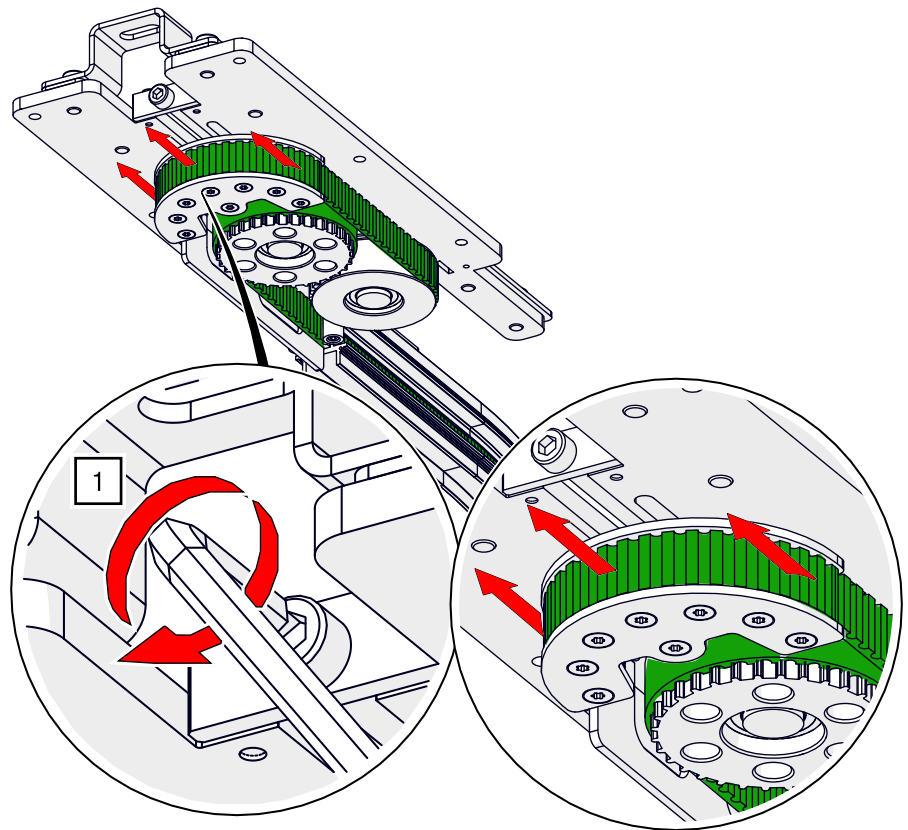

Abb. 86: Zahnriemenmontage – Zahnriemen an der Motoreinheit spannen
1. Verschieben Sie den Schlitten, indem Sie die Gewindeschraube mit einem ISK SW 8 drehen (siehe Abb. 86).